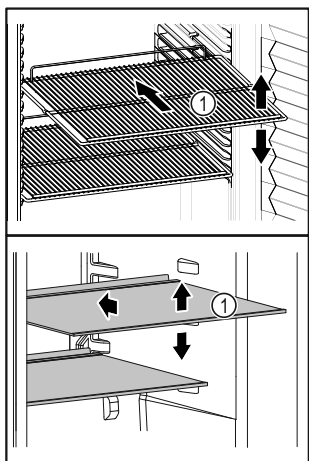

Fig. 53 Példaként szolgáló ábrázolás
- Ha a tárolófelületek Fig. 53 (1) áthelyezhetők, akkor igazítsa be őket a kívánt magasságnak megfelelően.